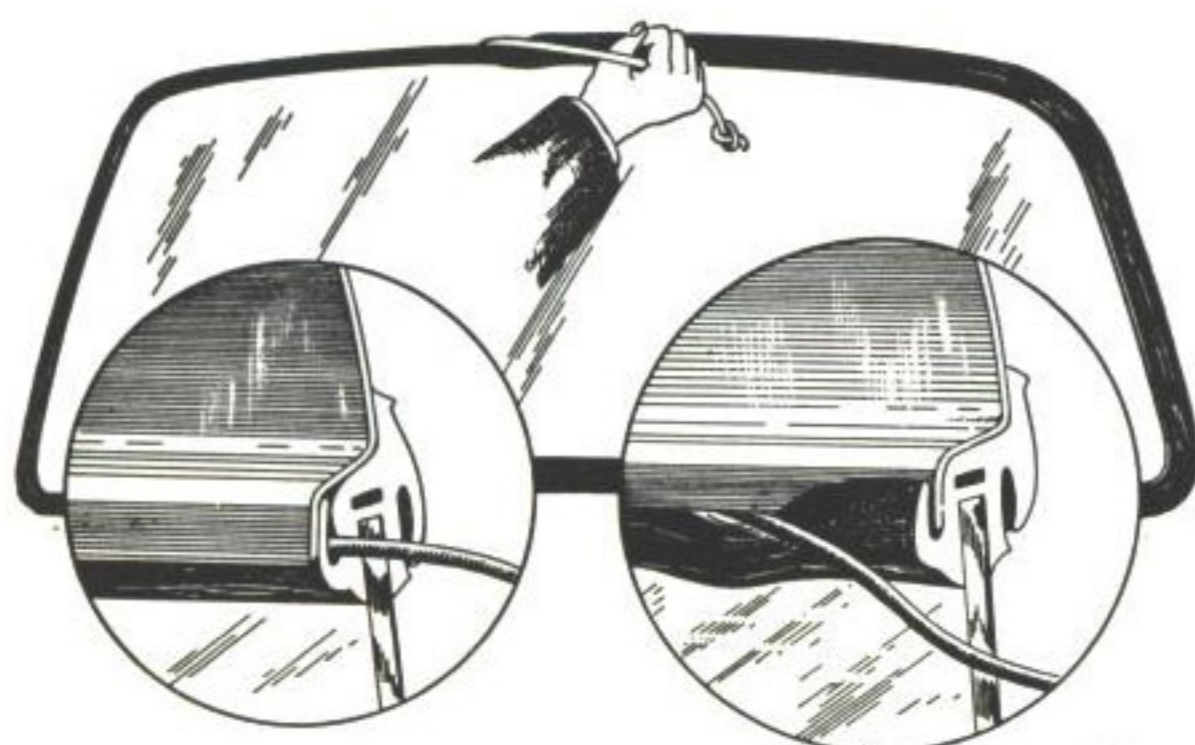

Bild 61. Montering av ruta
4. Härvid kommer gummilisten att krängas över plåtkanten, bild 61. Det kan ibland vara nödvändigt att med handflatan justera rutans läge. Går snöret för tungt, finns risk att listen skadas, och då slås med handflatan från insidan och tvärtom ifall gummilisten ej kränger över plåtkanten riktigt.